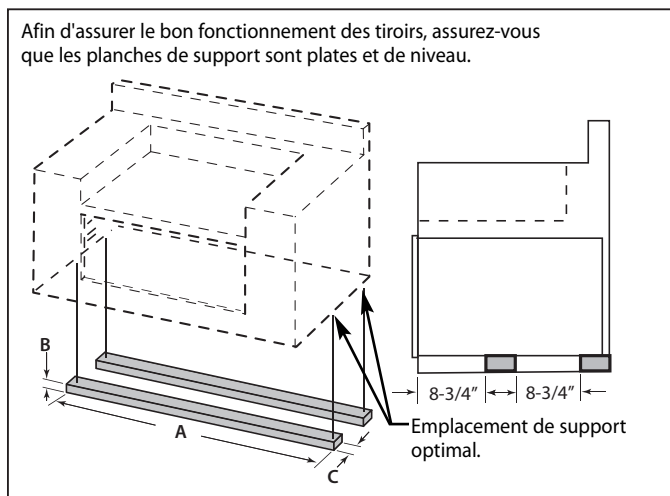

Fig. 4
2. Placez des pièces 2 x 4 pour fournir un support à la structure des tiroirs aux emplacement indiqués sur la figure ci-dessous (Fig. 4).